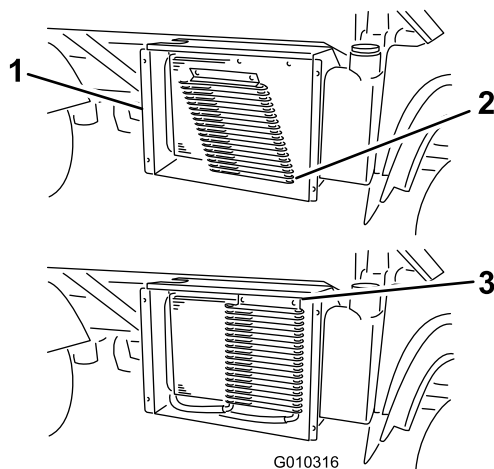

図 57
3. ラッチを外し、オイルクーラを装備している場合にはそれを倒してラジエーターから遠ざける (図 57)。